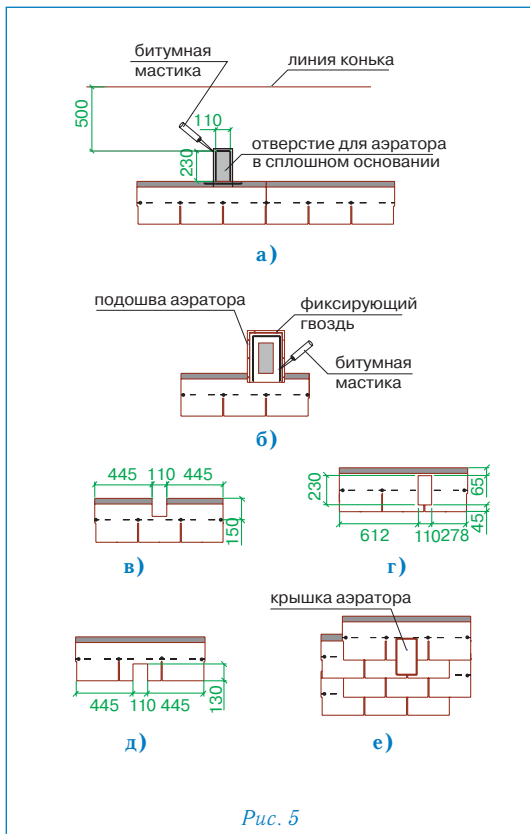

Рис. 5
Установка аэратора (рис. 5)
- В сплошном основании кровли прорезается отверстие 11 x 23 см, расположенное согласно рис. 5а;
- корпус аэратора устанавливается поверх отверстия и фиксируется гвоздями из нержавеющей стали; по верхней и боковым сторонам подошвы корпуса также наносится битумная мастика (рис. 5б);
- при укладке последующих трех рядов черепицы подошва аэратора закрывается листами ПРЕСТИЖ ЭЛИТ с соответствующими прорезями (рис. 5е);
- на корпус аэратора устанавливается крышка, которая фиксируется нажатием (до щелчка) (рис. 5е).